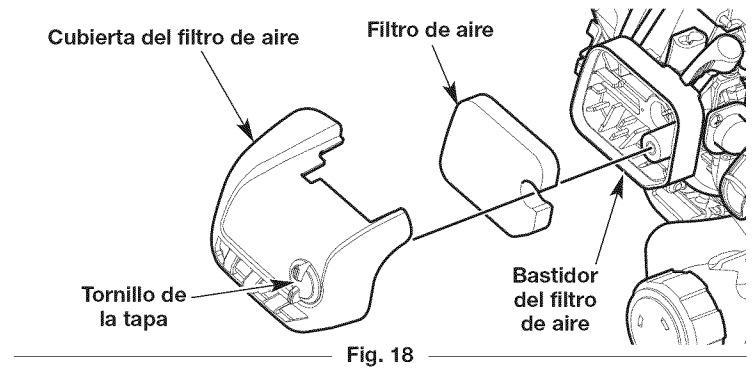

Fig. 18
1. Abra la tapa del filtro de aire desenroscando el tornillo correspondiente (Fig. 18).
2. Extraiga el filtro de aire de su alojamiento (Fig. 18).